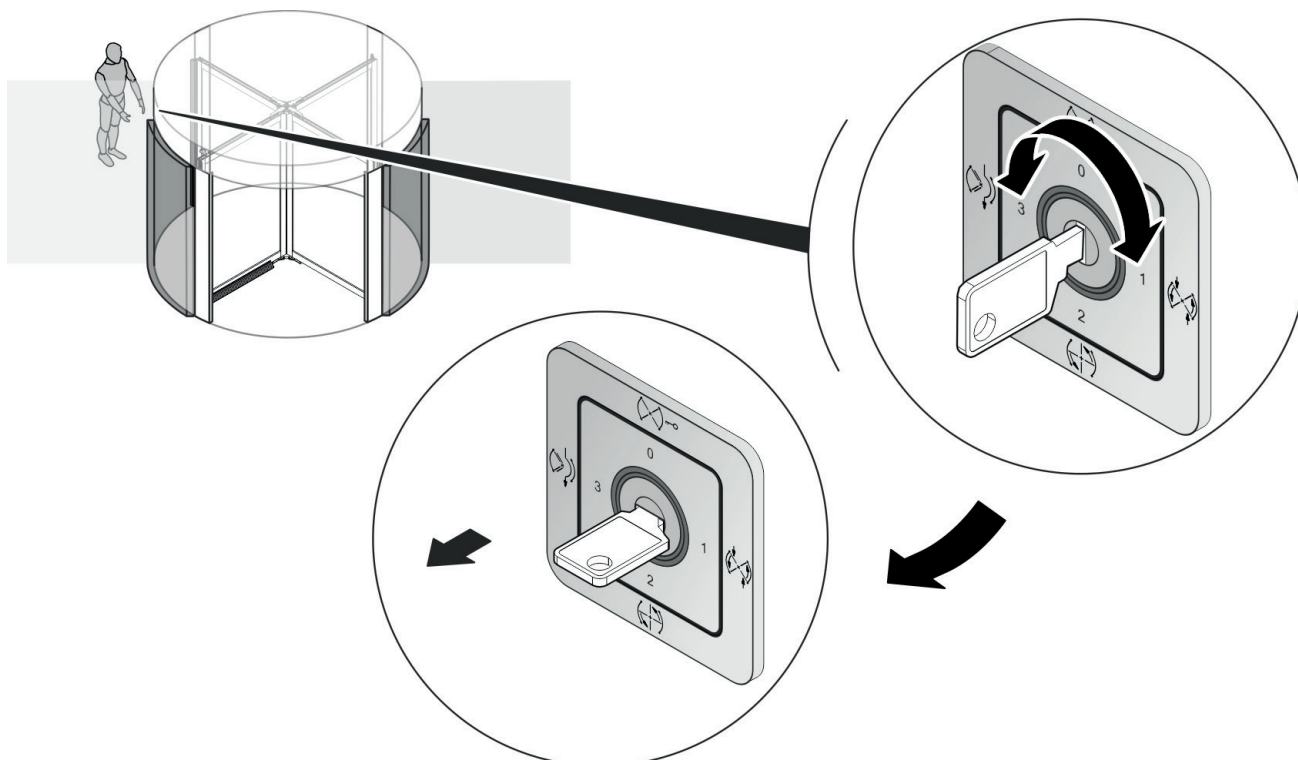

Рис. 10 Выбор программы и извлечение ключа
1. Выберите желаемую программу с помощью ключа/кода (Рис. 10) (Программный выключатель, S. 5).